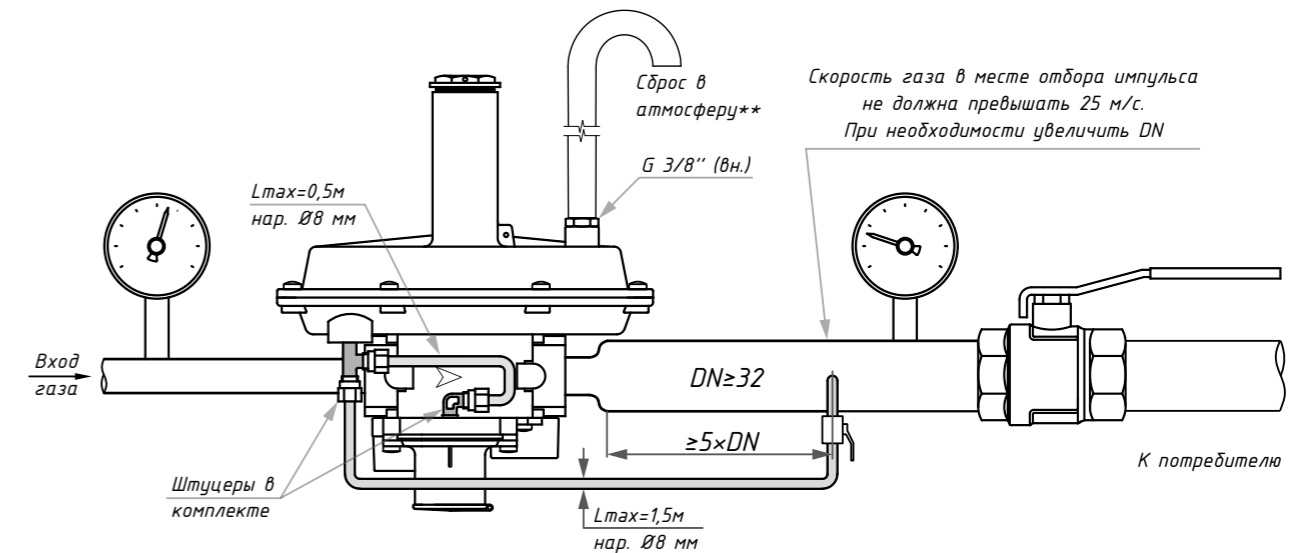

Рис. 7
- Не используйте шейку воронки (18) в качестве рычага для навинчивания регулятора на трубу. Пользуйтесь соответствующим инструментом;
- Стрелка, указанная на корпусе (5) прибора, должна соответствовать направлению газа;
- Он может быть установлен в любом положении, даже если установка предпочтительнее, как в 7.4 (пример монтажа). На регуляторе со стороны выхода имеется золотник отбора давления (13) для удобства выполнения настройки параметров работы регулятора;
- Версия «МИНИ» не имеет встроенного внутреннего импульса, поэтому необходимо подключить внешнюю импульсную линию в регулятор с разъемом G 1/4" (см. Схему монтажа рис. 7);
- Вывести трубу сброса от сбросного клапана (как показано в п. 7.4) в атмосферу согласно действующим нормам правилам, сняв пылезащитный колпачок (17);
В любом случае, необходимо принять все меры предосторожности и не допустить, чтобы регулятор являлся источником зон 0: например, периодическая ежегодная проверка работы регулятора, возможность изменения степени выброса источника или путем направления его наружу. Для этого достаточно снять пылезащитный колпачок с воронки ПЗК, подсоединить трубку к разъему G 1/8" и вывести наружу (см. Схему монтажа рис. 7)